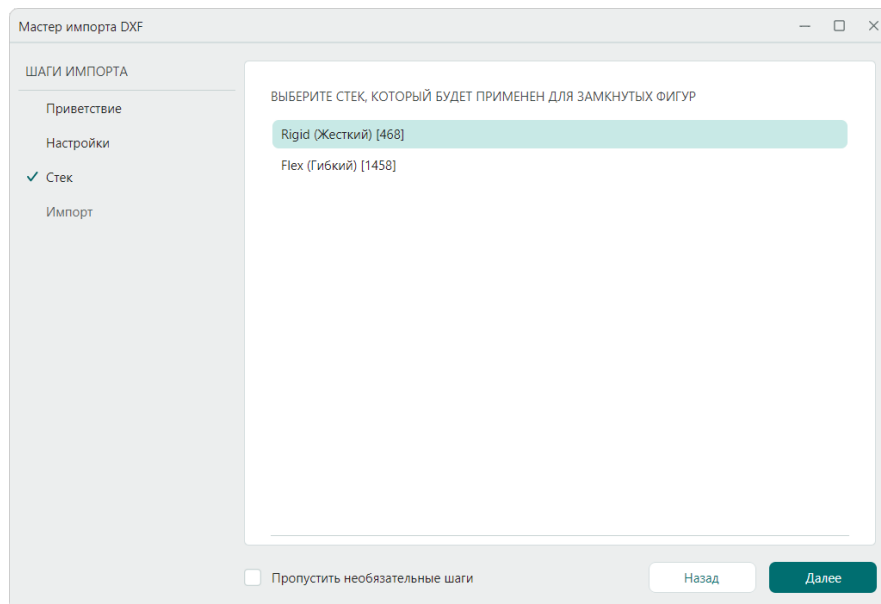

Рис. 80 Шаг мастера импорта «Стек»
- Шаг мастера импорта DXF «Стек» доступен для работы при импорте границ платы на слой BOARD_OUTLINE в проект с несколькими стеками. В случае если печатная плата имеет один стек или импорт производится на другие слои, данный шаг исключается, см. Рис. 80.